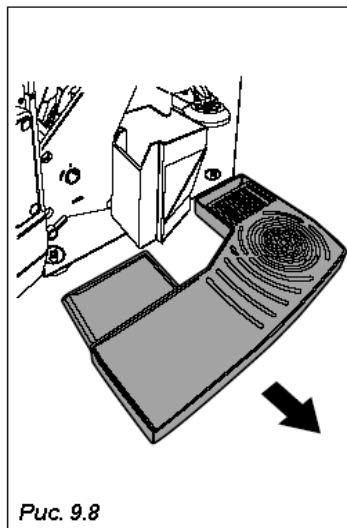

Рис. 9.8
- опорожните емкость для сбора кофейной гущи (для моделей с использованием кофе в зернах) (Рис. 9.8).